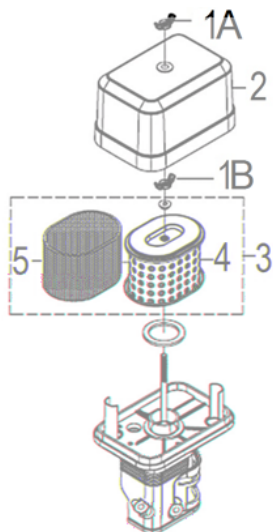

Рис. 23 Обслуживание воздушного фильтра
1. Открутите барашковую гайку 1А и снимите крышку 2 воздушного фильтра (Рис. 23).
2. Открутите барашковую гайку 1В и извлеките из корпуса воздушный фильтр 3 в сборе (Рис. 23).
3. Проверьте целостность и чистоту фильтрующих элементов. Поролоновый (предварительный) фильтрующий элемент 5 установлен на корпусе бумажного фильтрующего элемента 4 (Рис. 23).
4. При незначительном загрязнении промойте поролоновый фильтрующий элемент 5 (Рис. 23) теплым мыльным раствором и просушите. Поврежденный или сильно загрязненный поролоновый фильтрующий элемент замените.